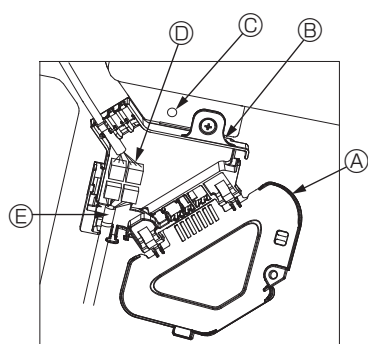

Fig. 5-9
- ① Rimuovere la vite di fissaggio del coperchio della scatola dei connettori, fare scorrere il coperchio nella direzione indicata dalla freccia come illustrato nello schema, quindi aprire il coperchio.
- ② Nella scatola dei connettori, individuare il cavo di giunzione del motore dei deflettori della griglia e il cavo del motore dei deflettori, quindi collegare i cavi. (Fig. 5-9) Sono presenti due connettori del motore dei deflettori: un connettore blu e un connettore arancio. Durante il collegamento, accertarsi che i colori dei connettori combacino.